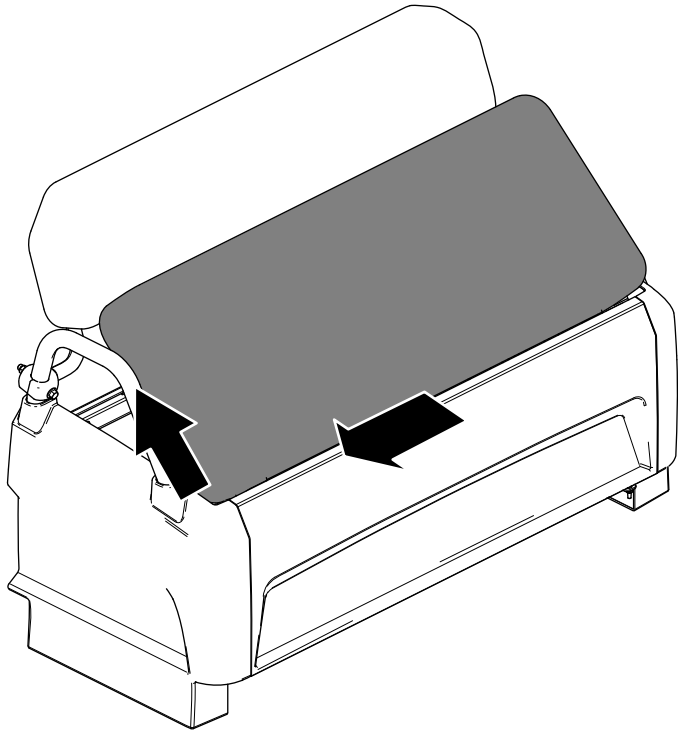

Bild 24
2. Schieben Sie das Kissen zur Seite aus den Stiften und heben Sie das Kissen an (Bild 24).